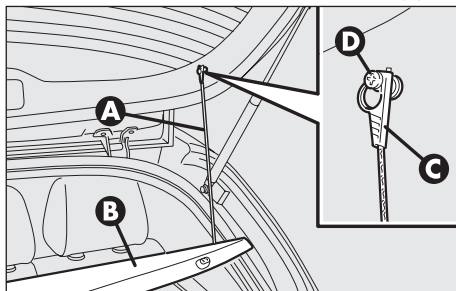

fig. 16
— dégager les extrémités des deux tirants (A-fig. 16) de support de la tablette (B) en sortant les œillets (C) des broches (D);